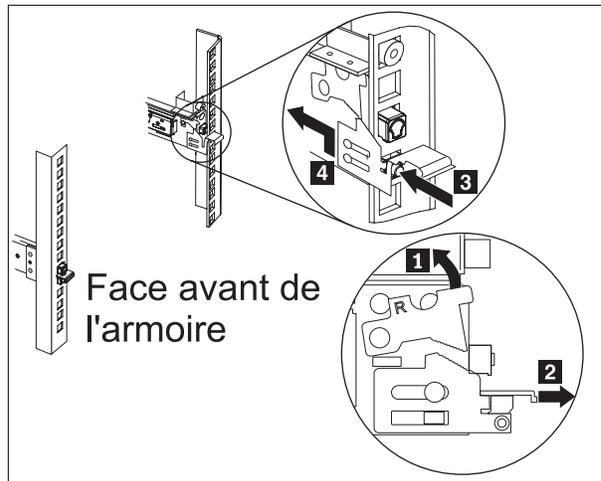

Figure 23. Retrait de l'arrière des glissières
4. Retirez l'arrière des glissières, comme illustré par la figure 23, à la page 60.